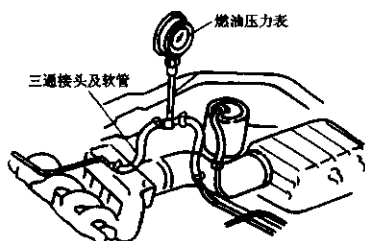

图 2-59 安装燃油压力表
- ① 降低进油管中的燃油压力。检查蓄电池电压应在 11V 以上。
- ② 断开燃油进油软管。
- ③ 将燃油压力表安装到进油管上。如图 2-59 所示。
- ④ 打开点火开关,使燃油泵工作 3s 钟后停止。检查燃油压力是否符合要求。